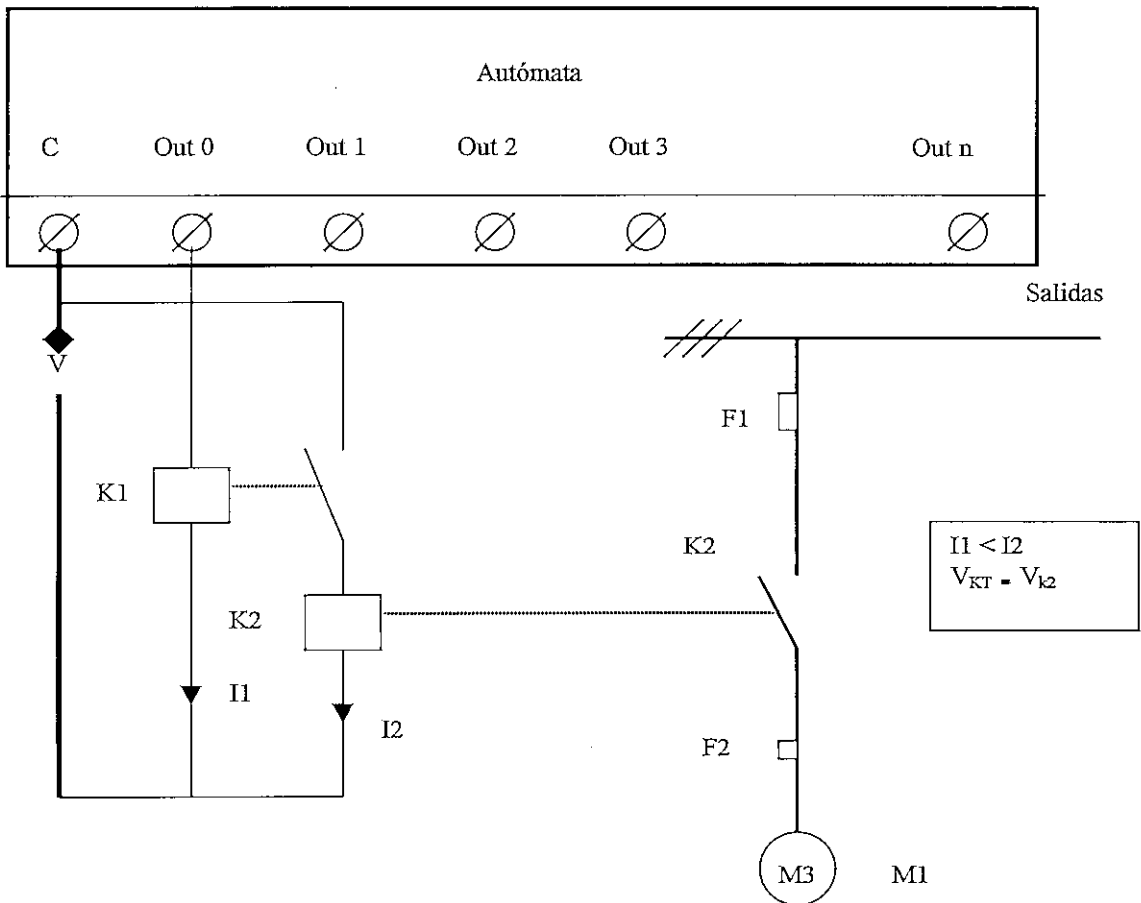
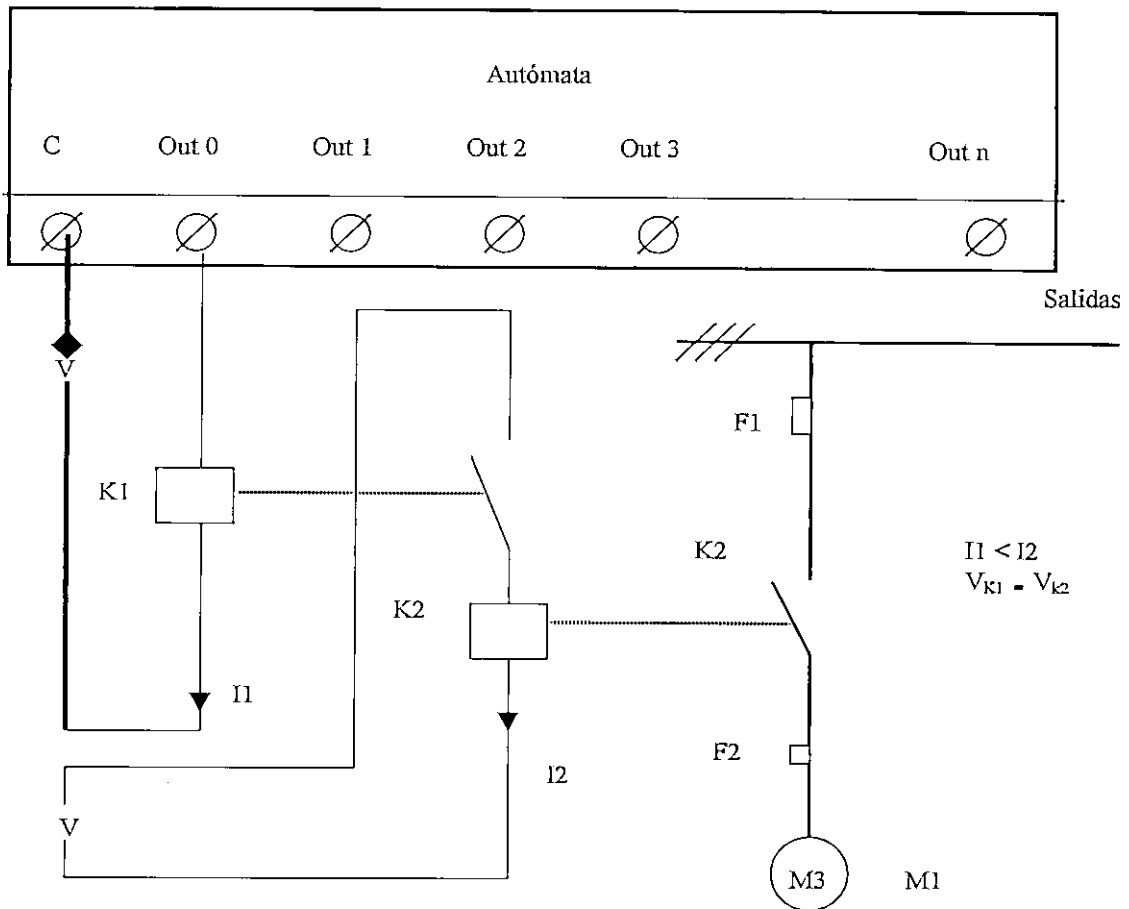

Figura 5.15: Acoplamiento de actuadores de gran consumo -- Bobinas de relés de igual tensión
Figura 5.16: Acoplamiento de actuadores de gran consumo – Bobinas de relés de tensión distinta
3) Cuando el valor de la tensión en ambas bobinas es idéntico, el circuito a utilizar sería el de la figura 5.15. Si las tensiones son distintas se encontrará con el circuito de la figura 5.16.